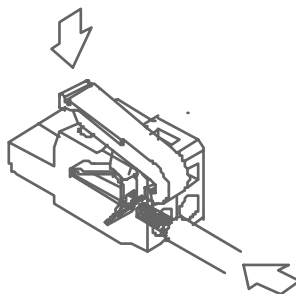

Fig 6.3. insertion des câbles
3. Introduire les câbles dans le bornier en ouvrant ceux-ci avec le levier fig. 6.3.